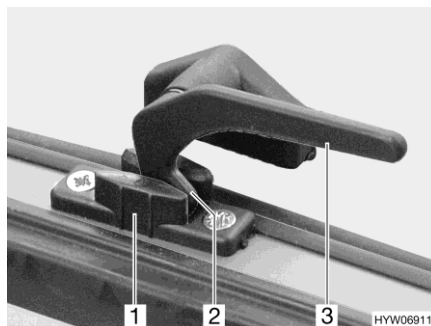

Bild 65 Låsarm (läget "kontinuerlig vädning")
- I läget "kontinuerlig vädning" (Bild 65)
- Sväng låsarmen (Bild 65,3) ett kvarts varv mot fönstrets mitt.
- Vrid tillbaka alla låsarmar. Därvid måste låsspaken (Bild 65,2) föras in i spåret på fönsterlåset (Bild 65,1).